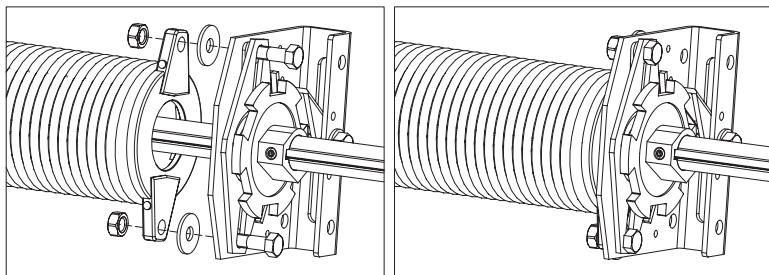

Рис. 25. Крепление пружины к храповой муфте
- 10) установить на вал храповую муфту и закрепить ее к наконечнику пружины при помощи двух болтов из комплекта муфты (рис. 25);